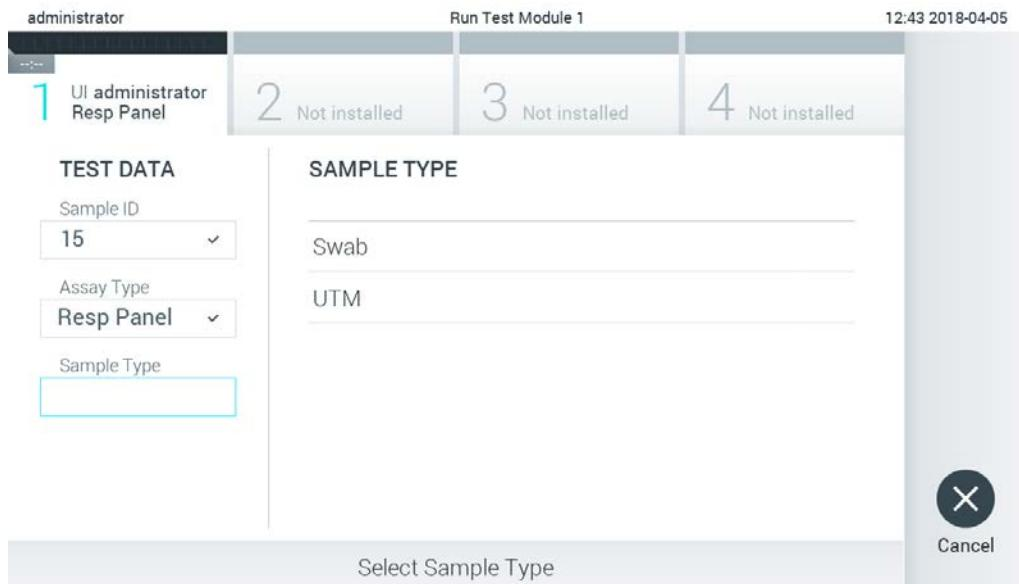

Figura 78. Selectarea tipului probei.
- Câmpul **Assay Type** (Tip test) va fi introdus automat și, dacă este necesar, un **Sample Type** (Tip de probă) corespunzător trebuie selectat manual din listă (Figura 78).